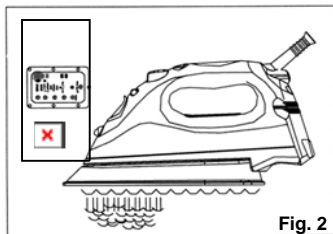

Fig. 2
- Placez le fer sur son talon, sur une surface stable et protégée, puis laissez-le chauffer pendant environ deux (2) minutes ou jusqu'à ce que les réglages de température à droite de l'affichage DEL cessent de clignoter.
- Tournez le bouton de commande variable de vapeur vers la droite pour obtenir plus de vapeur. Lorsque vous utilisez de la vapeur supplémentaire, le fer requiert plus d'eau et il pourrait donc être nécessaire de remplir le réservoir plus souvent. (Fig. 2)